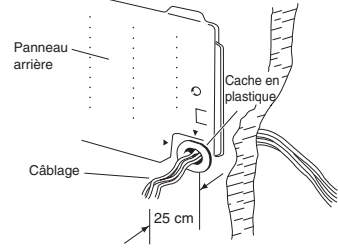

Fig. 3-50
- (3) Introduire le câblage entre les unités dans le tuyau en PVC dans le mur. Acheminer le câblage d'alimentation dans la salle en laissant environ 25 cm dépasser du mur. (Fig. 3-50)